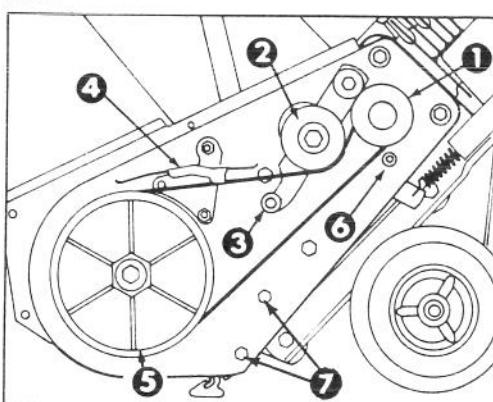

Fig. 14
3. RIMOZIONE DELLA CINGHIA (Fig. 14) — Spingete verso il basso la puleggia tendicinghia per sfilare la cinghia dalla puleggia della coclea, dal gruppo freno e dalla puleggia motrice.
4. MONTAGGIO DELLA CINGHIA (Fig. 14) — Avvolgete la cinghia attorno alla puleggia motrice, sotto la puleggia tendicinghia, sopra al rullo, attraverso il gruppo freno ed attorno alla puleggia della coclea.